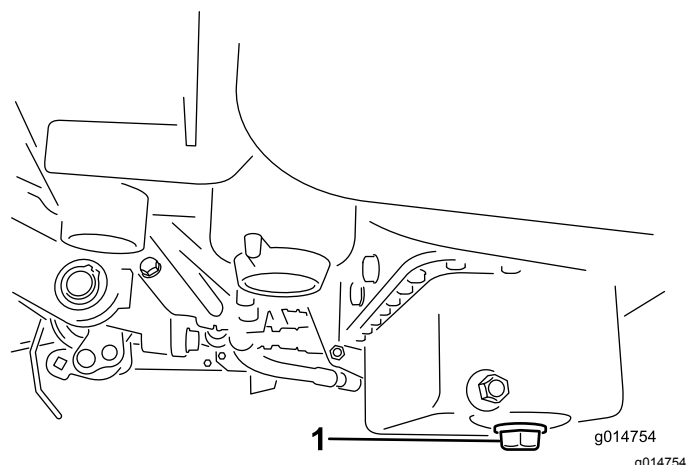

Figura 28
1. Retire el tapón de vaciado y deje fluir el aceite a un recipiente apropiado. Cuando el aceite deje de fluir, coloque el tapón de vaciado (Figura 28).